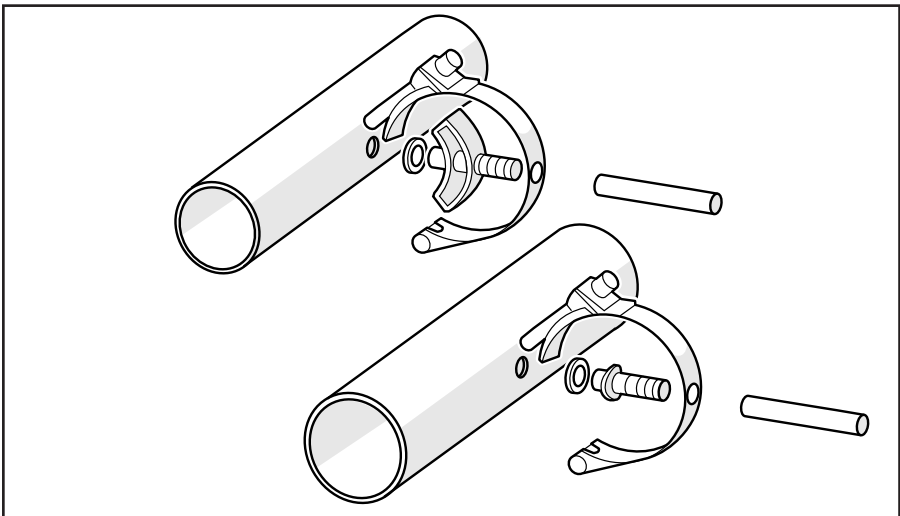

Figure 6. Quincaillerie de raccordement
14. Placer un joint d'étanchéité sur le côté conduite du mamelon et passer le mamelon dans le trou de la brides de conduite (Figure 6).
18. Placer un joint d'étanchéité sur le côté conduite du mamelon et passer le mamelon dans le trou de la brides de conduite (Figure 6).